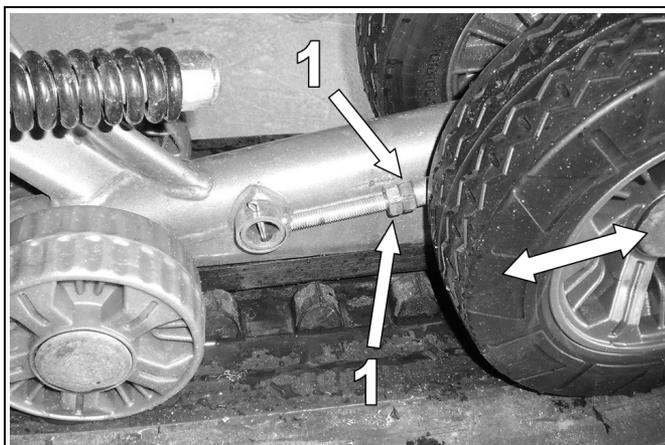

Figure 14
- Régler la tension de la chenille au minimum (voir la Figure 14).